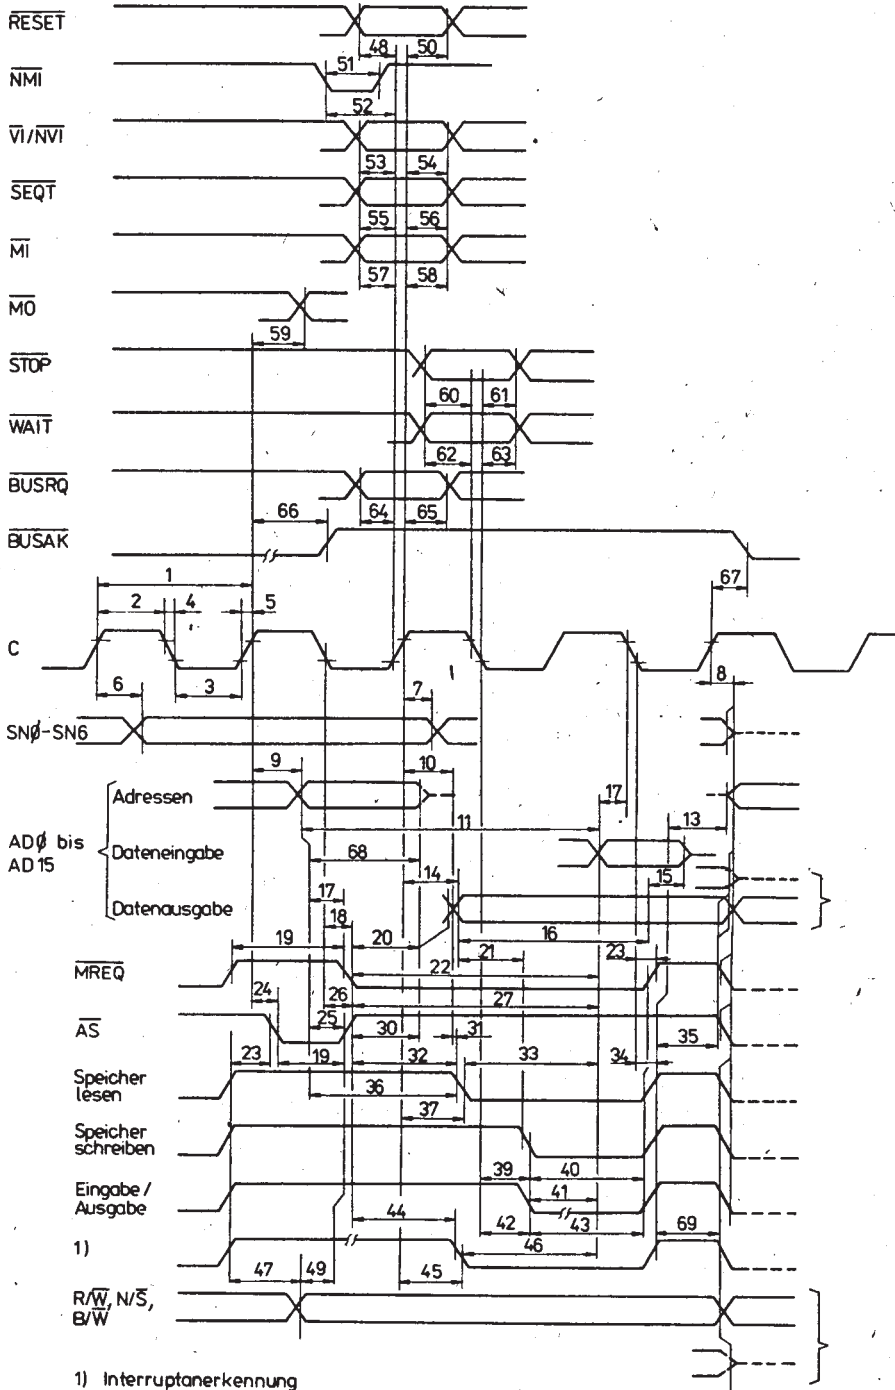

Bild 5 Zeitverhalten
1) Die angegebenen Nummern entsprechen den im Diagramm »Zeitverhalten« (Bild 5) eingetragenen Zeiten.